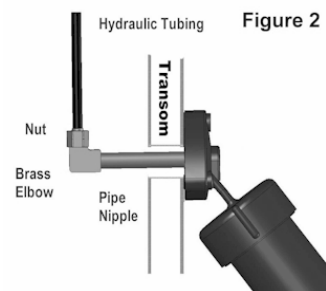
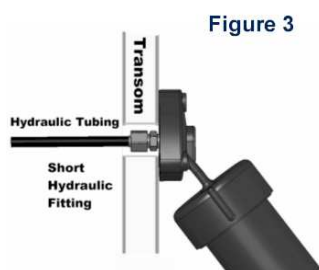

Figure 2
Figure 3
1. Sullo specchio di poppa, con le piastre in posizione completamente alzata, individuare la tubazione idraulica e scollegarla dal raccordo a gomito in ottone (vi sarà fuoriuscita di liquido). Tenendo fermo il tubetto filettato in ottone, svitare il raccordo a gomito utilizzando una chiave da 9/16". Ripetere l'operazione per tutti i cilindri (vedi Fig.2). Se non ci sono tubetti filettati visibili dentro lo specchio di poppa significa che c'è **una connessione corta** (vedi Fig. 3), passare alla fase 2.